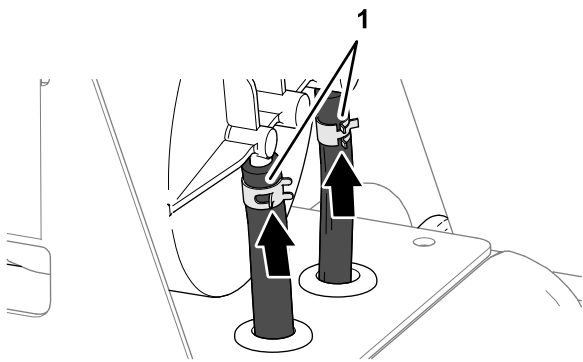

Figure 88
4. Fixez les flexibles sur les raccords avec les colliers (Figure 88).